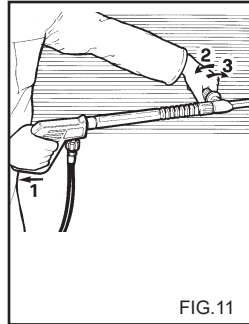
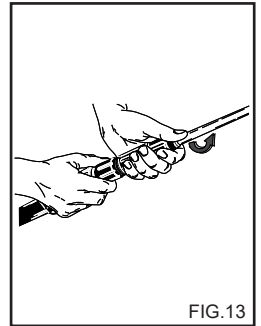

FIG.11
FIG.13
- 2) Verwijder het verlengstuk van de handgreep en breng de dubbele lans of de lans met verstelbare kop (fig.13) aan, bedien de hogedrukreiniger, bedien het aanzuigcommando van het reinigingsmiddel op de lans (fig. 11, 12) en besprenkel het te reinigen oppervlak van beneden naar boven. Laat enkele minuten inwerken.